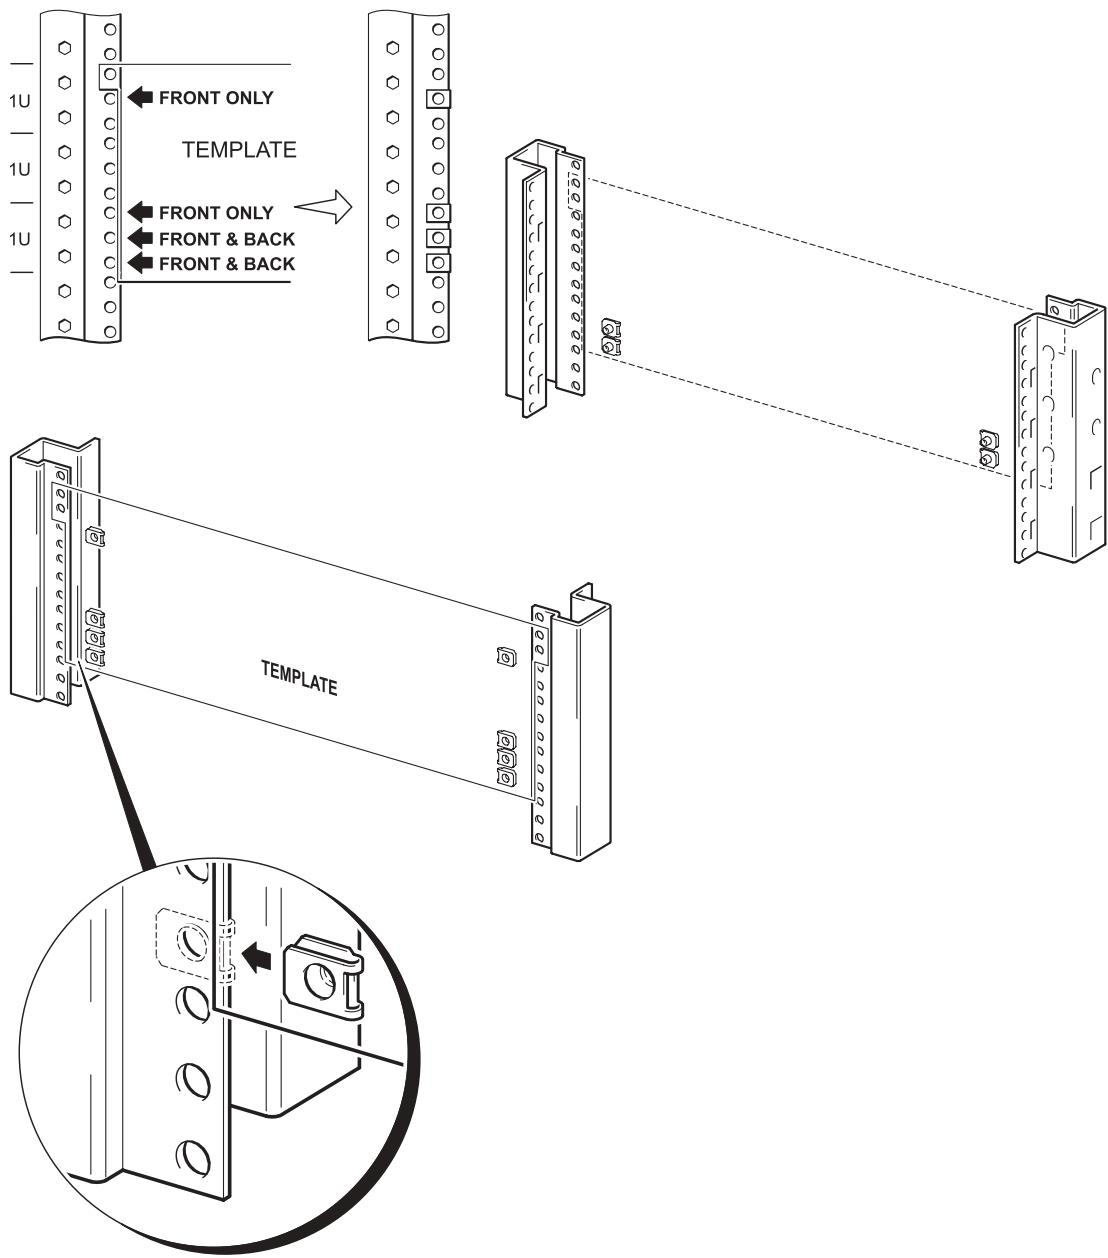

图 2a: 安装 M5 夹片螺母 (圆孔剖面)
- 3 将前 8 个夹片螺母（如图 2a 所示）置于模板上用黑色箭头指示且标有“FRONT ONLY”或“FRONT & BACK”的位置（一边 4 个夹片）。将夹片螺母滑进机架柱的孔内直至其卡入到位后此操作就算完成。